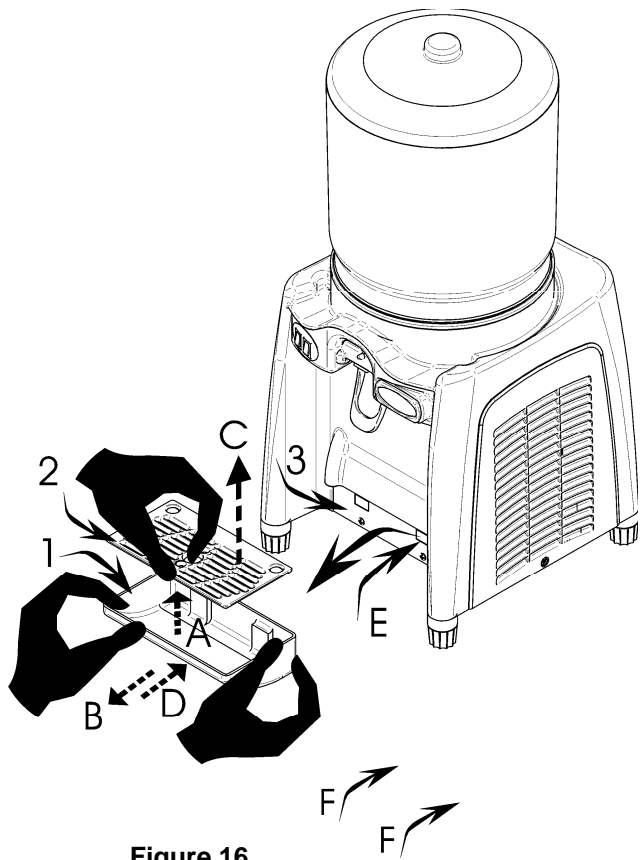

Figure 16
15°. -Vider journallement le bac d'égouttement (1) (voir Fig.16), soulevez-le légèrement vers le haut (flèche A), puis tirez-le vers l'avant (flèche B), enlevez la grille d'égouttement (2) comme indique la (flèche C), vider le contenu et à continuation, nettoyez les deux pièces. Remettez la grille d'égouttement (2) sur le bac (1) et placez-le sur le panneau frontal (3) selon flèche (D) l'emboîtant dans les fenêtrés (E) avec les deux tétons (F) situé derrière du bac et pousser vers le bas (G).